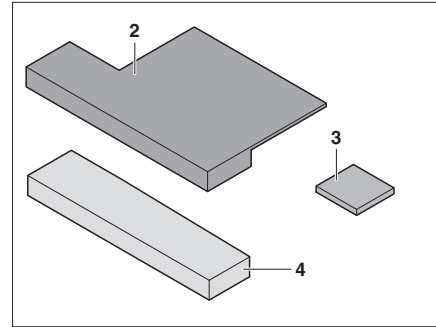

Bild 190 Zusatzpolster
- Sitzkeil (Bild 190,3) an Zusatzpolster (Bild 190,2) anbringen (mit Klettverschluss).